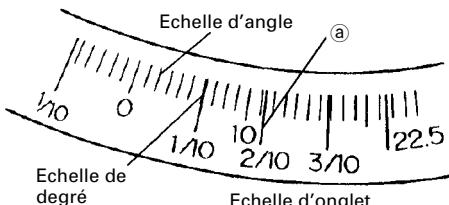
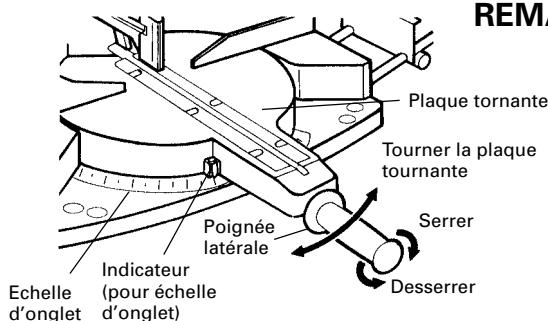

Fig. 24
Fig. 26
- (1) Desserrer la poignée latérale et régler la plaque tournante jusqu'à ce que l'indicateur soit aligné sur le réglage voulu de l'échelle d'onglet (Fig. 26).
- (2) Resserrer la poignée latérale pour fixer la plaque tournante à la position voulue.
- (3) L'échelle d'onglet (Fig. 24) indique à la fois l'angle de coupe de l'échelle d'angle et le degré de l'échelle de degré.
- (5) En conséquence, pour couper une pièce à un angle de 2/10, régler l'indicateur sur la position **a**, comme indiqué à la Fig. 24.